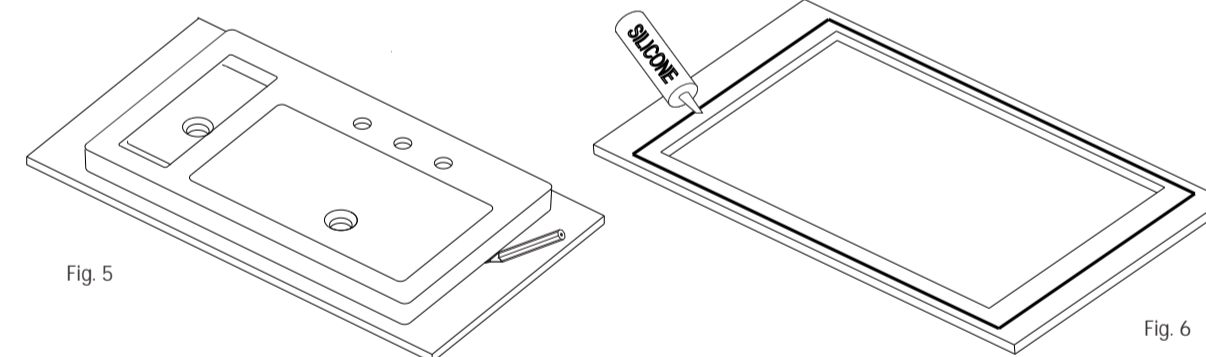

Fig. 6
- 6** Colocar a cuba sobre o tampo cortado e traçar uma linha de contorno (Fig. 5). Retirar a cuba e aplique silicone na parte interna da linha. Fig. 6.
Place the lavatory on cutted countertop and make a contour line (Fig. 5). Remove the lavatory and apply silicone on the inside of the line. Fig. 6.
Coloque la bacia en la parte superior de la tapa cortada y dibujar una línea de contorno (Fig. 5). Retirar la bacia y aplicar silicona en el interior de la línea. Fig. 6.